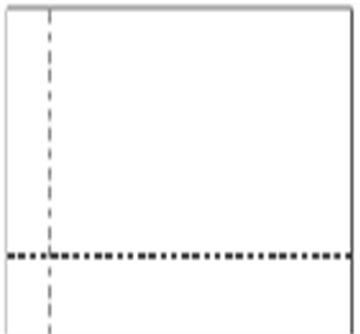

Figure 2 Lignes tracées à la craie
- Déplacez les lignes tracées à la craie vers le coin ou l'extrémité de la pièce, le plus loin possible du seuil de porte. Ces lignes devraient se trouver à 0,6 à 1 m (2 à 3 pi) du mur, selon votre portée. (Figure 2)